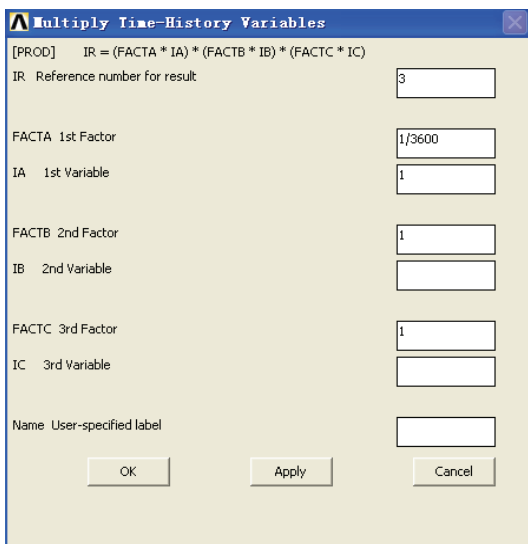

图 5-110 多层时间-历程变量对话框
3) 选择 Main Menu | TimeHist Postpro | Math Operations | Multiply 命令, 出现 Multiply Time-History Variables 对话框, 在 IR Reference number for result 输入栏中输入 3, 在 FACTA 1st Factor 输入栏中输入 1/3600, 在 IA 1st Variable 输入栏输入 1, 如图 5-110 所示, 单击 OK 按钮关闭该对话框。